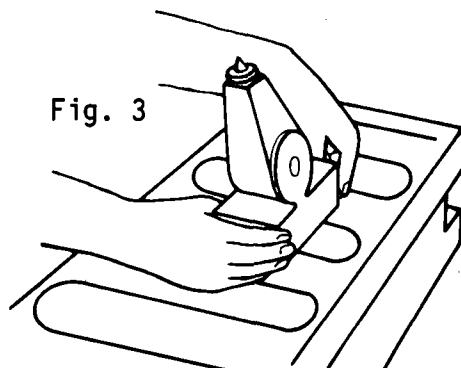

Fig. 3
- b Apoie o suporte no meio da placa magnética (fig. 3).